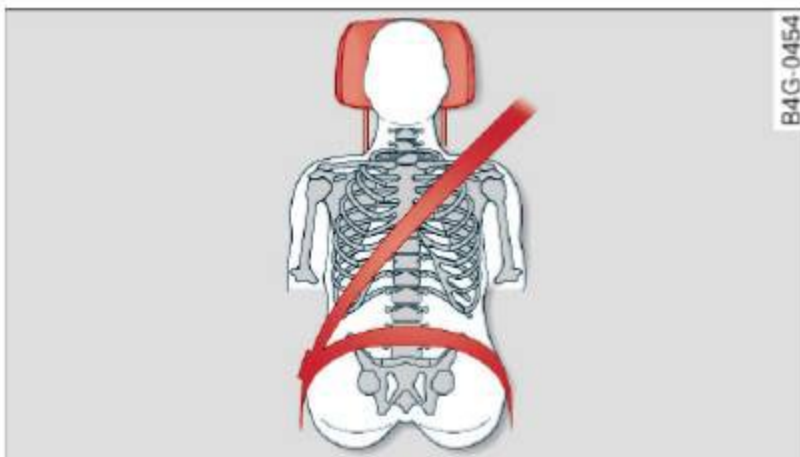

Fig. 135 Appui-tête : vu de l'avant
- Réglez les appui-têtes pour que le rebord supérieur affleure autant que possible le dessus de la tête. Si cela n'est pas possible, essayez de régler l'appui-tête pour qu'il reste aussi proche que possible de cette position ⇒ *fig. 135*.